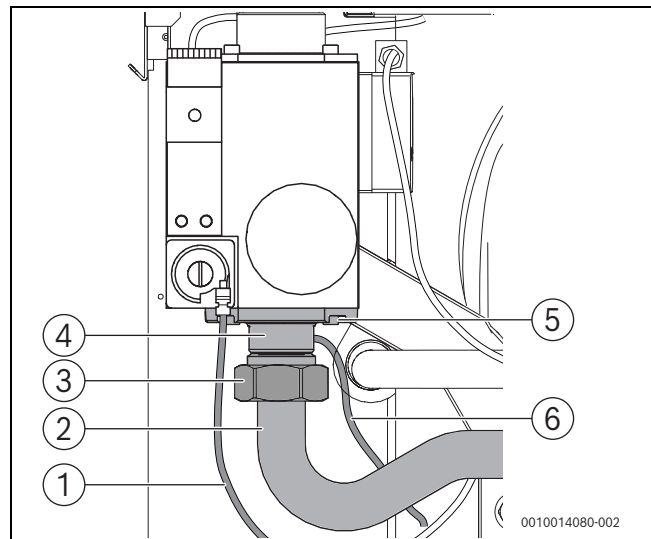

Bild 23 Gasblende ausbauen (Kesselgröße 75; 100; 150 [bis V03]¹⁾; 200 – 300 kW)
- ▶ Überwurfmutter am Gasrohr lösen (→ Bild 23 und 24).
- ▶ Vier Innensechskantschrauben (→ Bild 23 und 24, [5]) am Anschlussflansch [4] entfernen und Flansch von der Armatur abnehmen. Dabei darauf achten, dass das Gasrohr [2] nicht beschädigt und/oder abgeknickt wird.
- ▶ Messleitungen für Kompensation [1] und Gas-Ausgangsdruck [5] auf korrekten Sitz prüfen (→Bild 23 und 24 sowie 17.4.3, Seite 68).